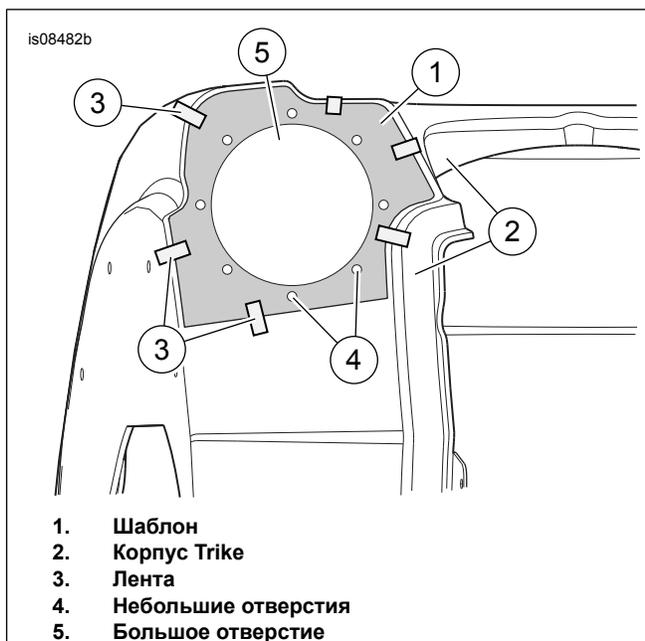

Рисунок 1. Расположение шаблона
1. См. Рисунок 1 . Совместите шаблон (1) с одной стороной корпуса Trike (2). Совместите края шаблона с касательными линиями границ корпуса. Закрепите шаблон с помощью ленты (3). Нанесите расположение восьми небольших отверстий (4) с помощью кернера. Отметьте большое отверстие (5) с помощью контрастного маркера или воскового карандаша.